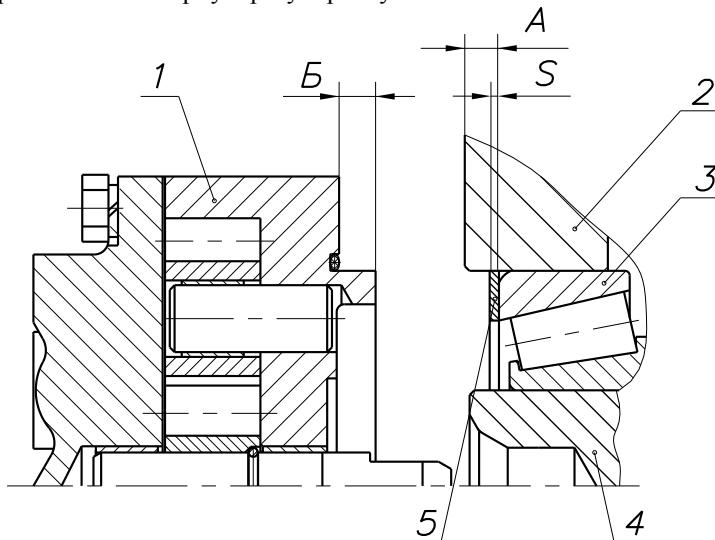

Рис.101:
5.1 Установить в расточку картера коробки передач наружное кольцо переднего подшипника промежуточного вала, после чего замерить абсолютную величину размера А (между торцами картера и наружным кольцом подшипника) рис. 101. При этом, наружное кольцо заднего подшипника промежуточного вала должно быть плотно (под усилием собственного веса вала) прижато к торцу проставки демультиплексатора, а наружное кольцо переднего подшипника - к роликам. Перед замером промежуточный вал провернуть не менее пяти оборотов.